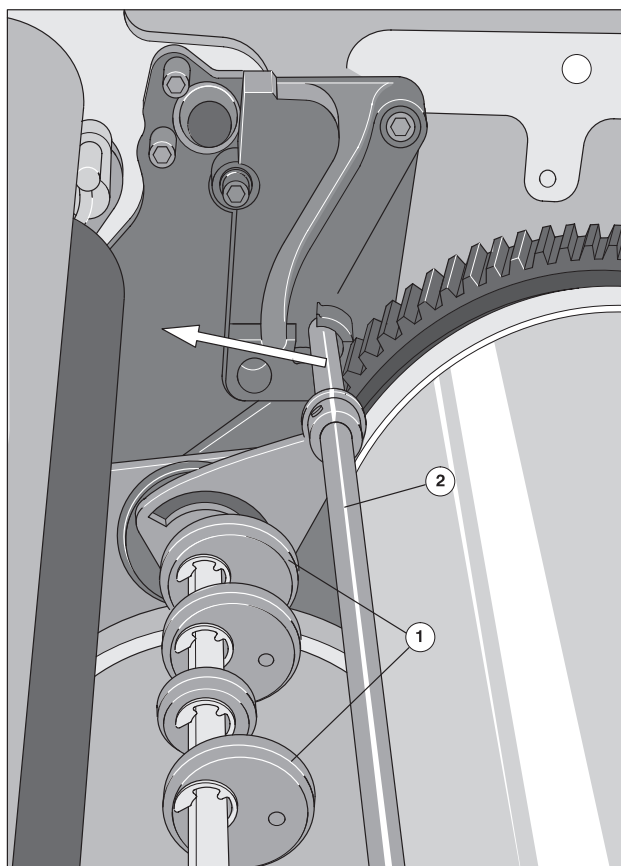
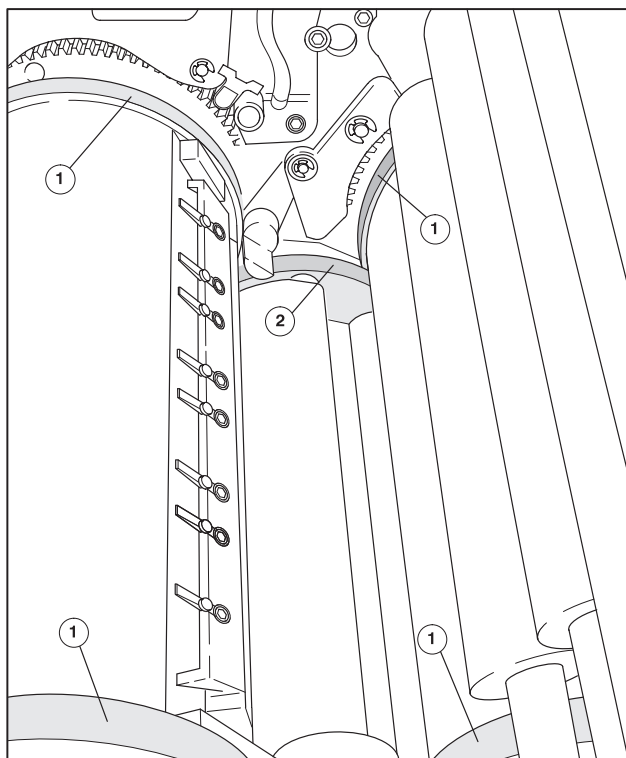

Рис. 8 ПС 2: Выньте прижимные ролики
Рис. 9 Очистите контактные кольца
- 3 Прижмите траверсу (Рис. 8/2) с прижимными роликами для механизма зарядки формы (Рис. 8/1) в ПС 2 на стороне обслуживания в направлении самонаклада (Рис. 8, стрелка) и приподнимите ее.
- 4 Вытащите траверсу из опор на стороне привода и выньте из машины **прижимные ролики** (Рис. 8/1). При этом становятся доступными контактные кольца формного цилиндра (Рис. 9/1) и офсетного цилиндра (Рис. 9/2).
- 5 Прокрутите машину кривошипной рукояткой и почистите контактные кольца (Рис. 9/1 и 9/2) с помощью ткани, смоченной средством для смывки.